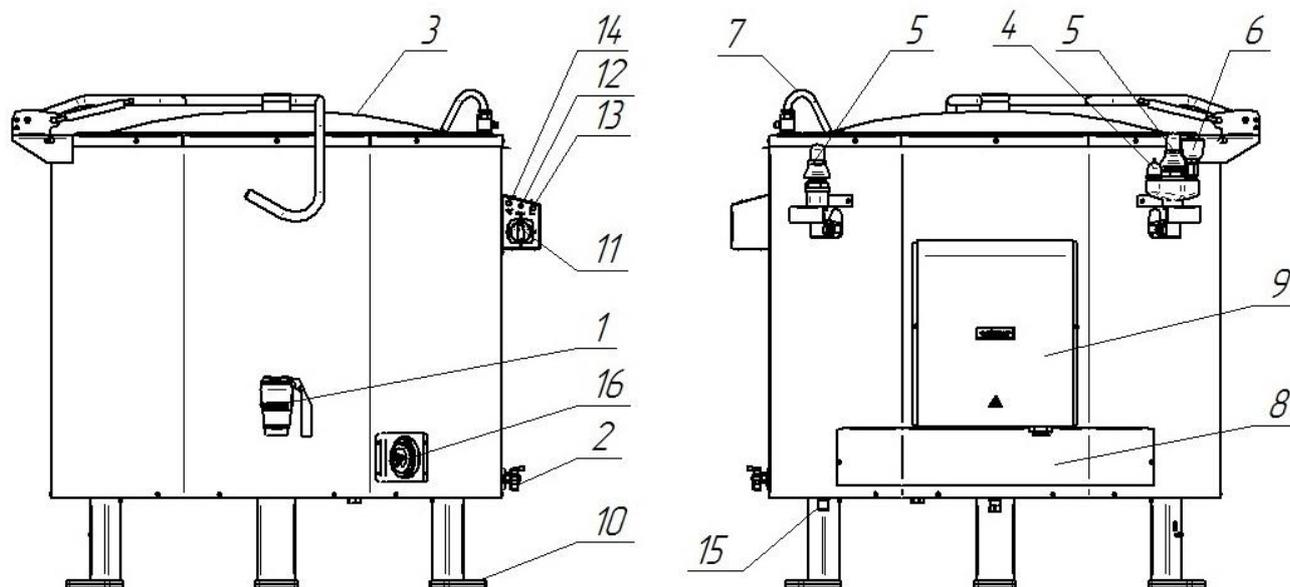

Рис. 1
Устройство котла приведено на рис. 1.
Уровень воды, заливаемый в парогенератор через заливную воронку (рис. 1 поз. 6), контролируется краном уровня (рис. 1 поз. 2).
Защиту ТЭНов от «сухого хода» обеспечивает блок управления (рис. 1 поз. 9) при помощи двух датчиков контроля уровня воды в парогенераторе. Блок управления, по сигналу полученному от датчиков контроля уровня воды, формирует команду на включение и выключение цепей управления и индикации. Под термином «сухой ход» принято понимать положение, при котором ТЭНы вследствие понижения уровня воды в «рубашке» оказываются полностью или частично не погружены в воду.
Защита ТЭНов от «сухого хода» осуществляется следующим образом: при понижении уровня воды ниже датчиков контроля уровня воды в парогенераторе блок управления формирует сигнал на отключение цепи питания пускателей КМ1...КМ3 и формирует сигнал на зажигание сигнальной лампы «Сухой ход» (рис. 1 поз. 14).
Вода в варочный сосуд подается через кран залива (рис. 1 поз. 7).
Слив содержимого из варочного сосуда производится через сливной кран (рис. 1 поз. 1). Отверстие к сливному крану, расположенное внутри сосуда, закрывается съемным фильтром.
Варочный сосуд сверху закрыт крышкой (рис. 1 поз. 3) Крышка варочного сосуда фиксируется в открытом положении при помощи газовых пружин.
Котел устанавливается на ножки (рис. 1 поз. 10).
Заливная воронка с краном служит для залива воды в паровую «рубашку» (рис. 1 поз. 6). Для предотвращения чрезмерного повышения давления в пароводяной «рубашке» установлены два предохранительных клапана (рис. 1 поз 5), которые срабатывают при превышении давления в «рубашке» (50 ± 65) кПа ($0,50 \pm 0,65$ кгс/см²). Для предотвращения создания чрезмерного разрежения установлен вакуумный клапан (рис. 1 поз. 4), который срабатывает при создании разрежения в пароводяной «рубашке» более 0,01 кгс/см².
Для регулирования давления внутри «рубашки» предусмотрен электроконтактный манометр. Электроконтактный манометр расположен на панели управления (рис. 1 поз. 16) и настроен на верхнее рабочее давление 0,60 кгс/см² и нижнее рабочее давление 0,45 кгс/см². При достижении верхнего рабочего давления внутри «рубашки» электроконтактный манометр выдает сигнал на блок управления. В свою очередь блок управление формирует команду на отключение всех ТЭНов. ТЭНы находятся в отключенном состоянии, пока давление внутри «рубашки» не достигнет нижнего рабочего давления.
- сигнальная лампа «Сеть» (рис. 1 поз. 13, белый светофильтр);
- сигнальная лампа «Работа» (рис. 1 поз. 12, оранжевый светофильтр);
- сигнальная лампа «Сухой ход» (рис. 1 поз. 14, красный светофильтр);
- переключатель мощности (рис. 1 поз. 11).
Регулирование величины мощности нагрева котла производится установкой ручки переключателя (рис. 1 поз 11) в положение «1», «2», «3», что соответствует слабому, среднему и сильному нагреву. Отключение нагрева производится установкой ручки переключателя в положение «0».
- установить заливную воронку на кран (рис. 1 поз. 6). Кран заливной воронки перевести в положение «Открыто»;
- на панели управления котла переключатель (рис. 1 поз. 11) установить в положение «0»;